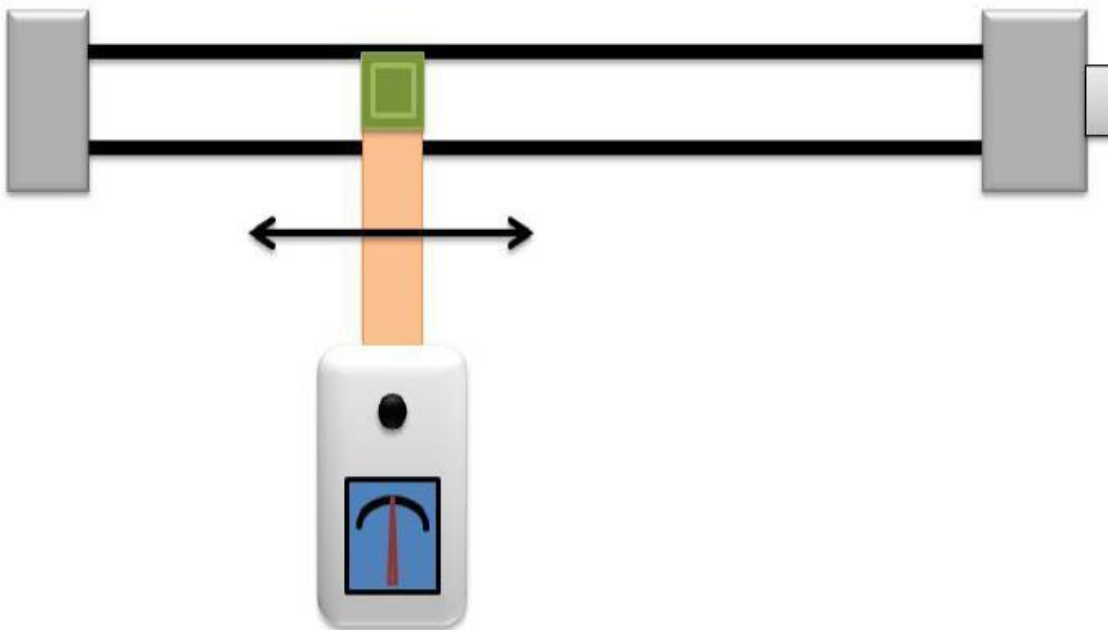

Figura 3: Mediciones de corriente.
- El medidor de corriente en cambio, se deberá mover a través de la línea pero sobre ésta (a una distancia de unos 5 mm), es decir, como indica la Figura 3.